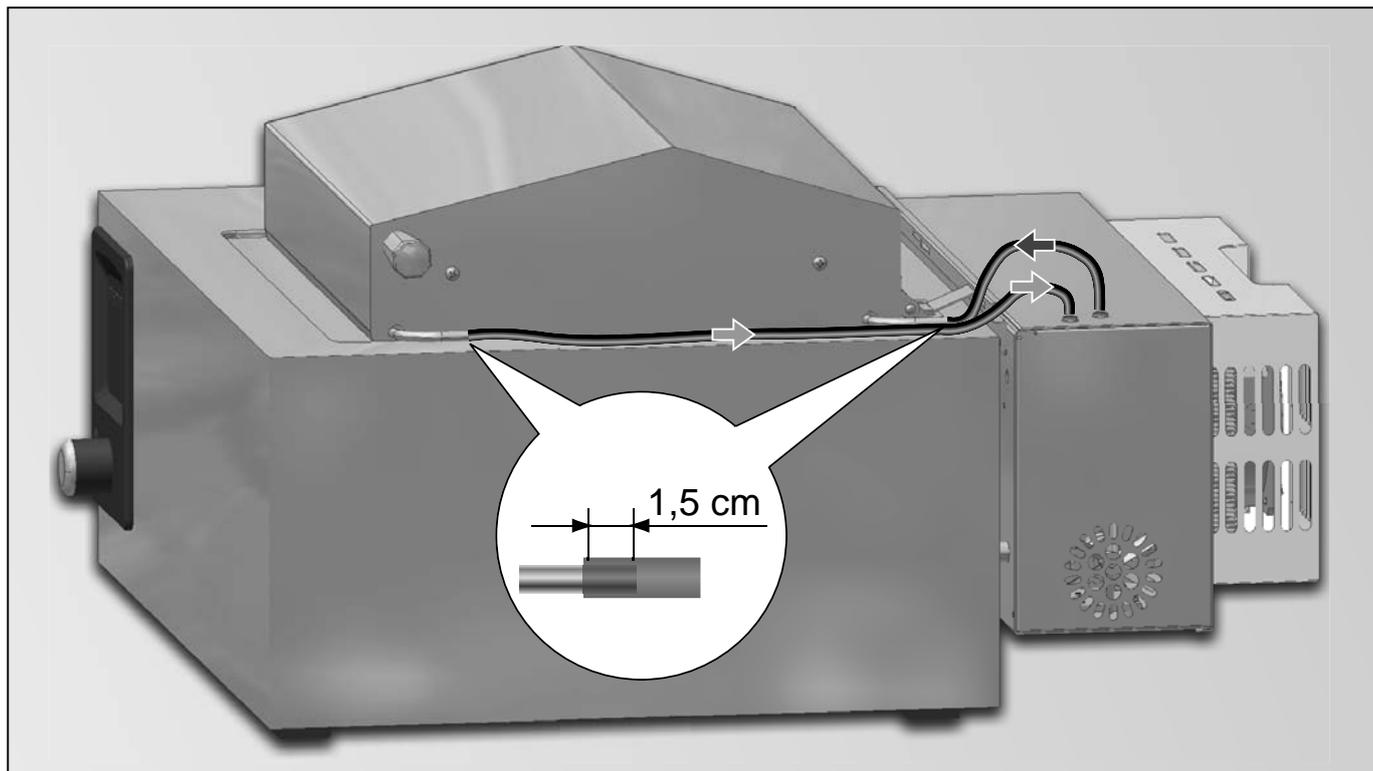

Fig. 18 Raccordement des tuyaux
1. Couper les tuyaux sur la longueur nécessaire à l'installation vers les tubes de la barrette. Identifier clairement adduction et évacuation. (repérage des segments sur les tuyaux, voir Fig. 18). Le tuyau situé le plus en arrière sur le bloc réfrigérant doit être fixé sur le tube arrière de la barrette à tubes. Les tuyaux doivent être aussi courts que possible, sans présence de plis. Conserver les tuyaux excédentaires pour les besoins ultérieurs.
2. Glisser les tuyaux sur les raccords de la barrette à tubes (engager le tuyau sur env. 1,5 cm, Fig. 18).